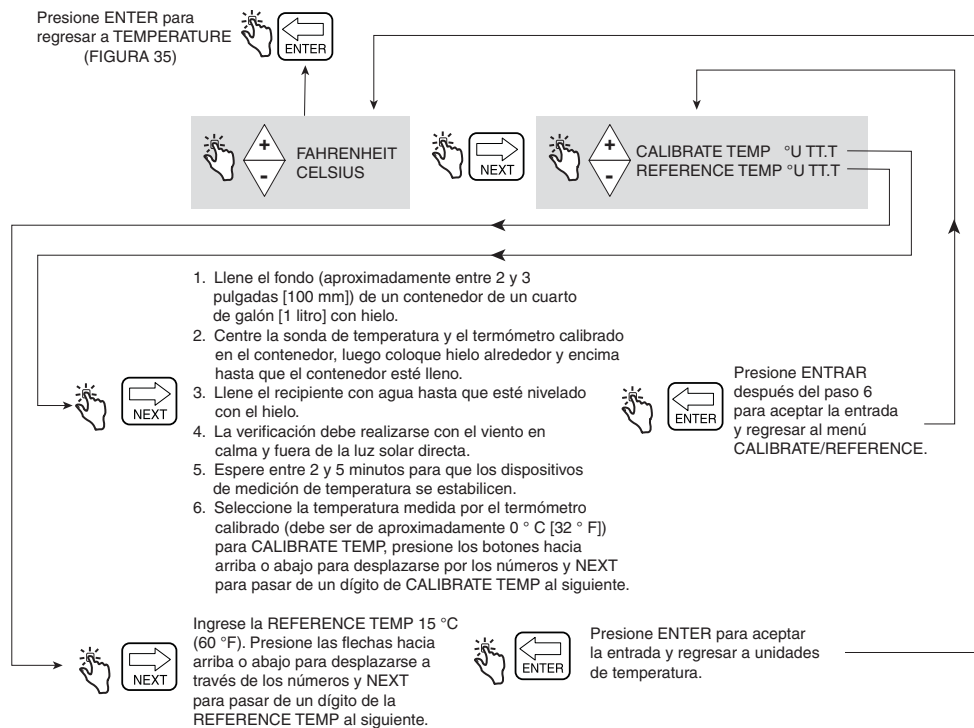

Figura 36. Configuración de Temperature Calibration
La Figura 36 ilustra las opciones de configuración de Temperature Probe Calibration.
2. La temperatura de referencia es la temperatura a la que se compensará el volumen neto (TC). El volumen neto se calcula a partir del volumen bruto que se ajusta para la diferencia entre la temperatura del líquido y la temperatura de referencia. Para verificar la temperatura de referencia, siga los pasos que se muestran en la Figura 36, Configuración de Temperature Calibration. Normalmente, la temperatura de referencia se establece en 15 °C cuando se utiliza Celsius o 60.0 °F cuando se utiliza Fahrenheit.